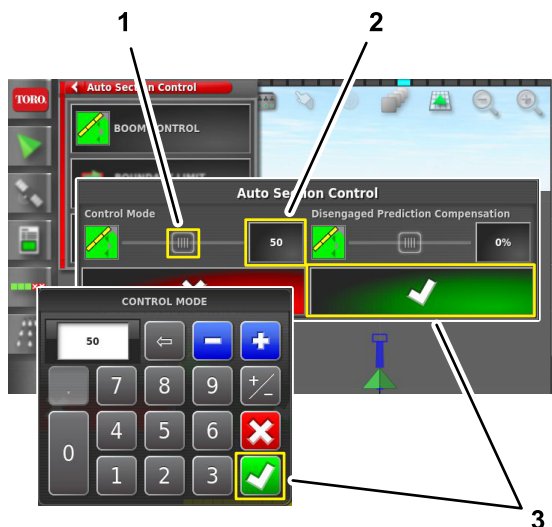

图 108
3. 按如下方法调整控制模式设置 图 108
- 按数值图标用显示屏键盘输入一个值然后按“确认”图标 图 108。
- 左右滑动显示屏滑块 图 108。